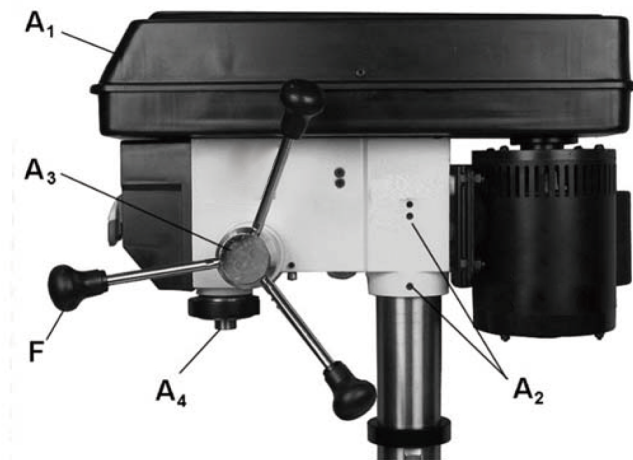

Рис. 7
1. Воспользовавшись помощью, осторожно наденьте *сверлильную бабку* на *колонну* (Рис. 7).
3. Плотнo затяните два *установочных винта* (A2, Рис. 7) с помощью 5 мм гаечного ключа.
См. Рис. 7 и 8:
Установите оставшуюся *рукоятку* (F, Рис. 7) на *регулятор частоты вращения* с противоположной стороны сверлильной бабки.
1. Отрегулируйте положение *стола* так, чтобы он располагался примерно на 180 мм ниже *шпинделя* (A4, Рис. 7) и зафиксируйте его.